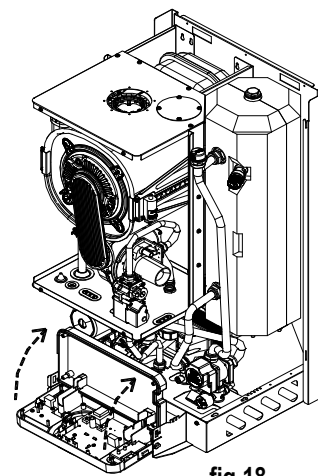

fig.18
- Dévisser les quatre vis de fixation (fig.18) et retirer le capot.